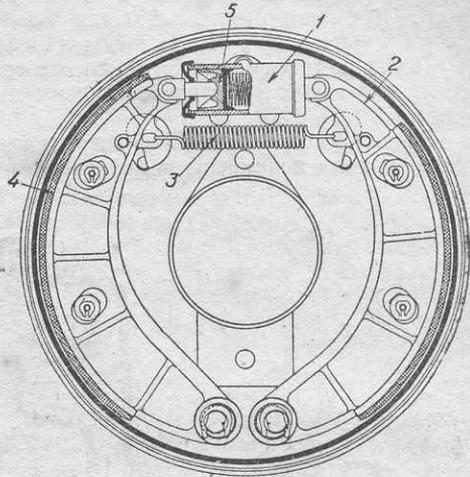

Рис. 44. Тормоза передних колес.
Гидравлические тормoза Локхид (рис. 44) представляют собой систему, при которой тормoзные колодки с накладкой феродо приводятся в соприкосновение посредством столба жидкости, подаваемой из тормoзного цилиндра. Система гидравлических тормoзов состоит из:
- 2) двух тормoзных цилиндров, укрепленных на тормoзных барабанах (рис. 44) и